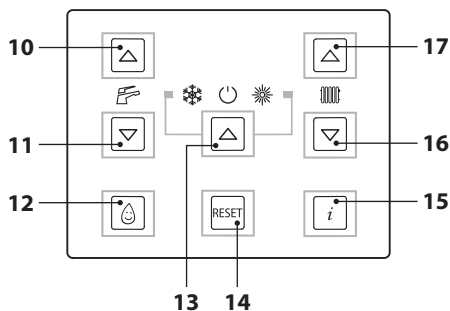

Рисунок 2.5
- Держать нажатой в течение 2 сек. кнопку 13, пока на дисплее не появится символ  (Рисунок 2.5).
Регулировать температуру воды для отопления можно посредством кнопок 16 (уменьшение) и 17 (увеличение), см. (Рисунок 2.5), начиная с минимум 38°C и до мак-
В любом случае, если комнатная температура слишком низкая или слишком высокая, можно увеличить или уменьшить температуру отопления на ± 15 °C при помощи кнопок 16 (уменьшение) и 17 (увеличение), см. (Рисунок 2.5).
Регулировать температуру воды в системе горячего водоснабжения можно при помощи кнопок 10 (увеличение) и 11 (уменьшение), см. (Рисунок 2.5), начиная с минимум 35 °C и до максимум 60 °C. При нажатии одной из двух кнопок на дисплей выводится установленное значение, при повторном нажатии можно его изменять.